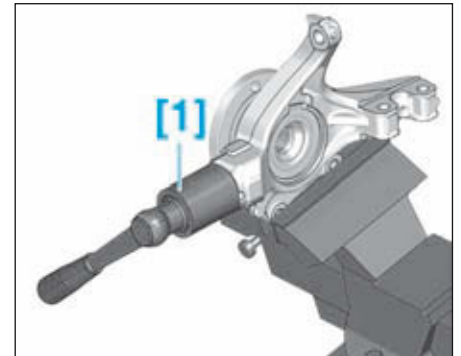

FIG.37
- Déposer, à l'aide d'une douille adaptée [1], la rotule inférieure de pivot (Fig.37).